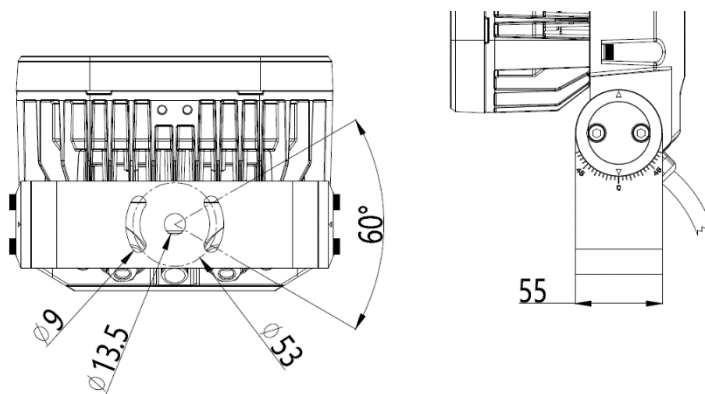

Figura 1. Base del yugo de montaje, luminarias S y M
1. Vea la Figura 1. Pase un perno de 12 mm de diámetro del eje a través del orificio de 13,5 mm en el centro de la base del yugo y fíjelo con los dedos a la superficie.